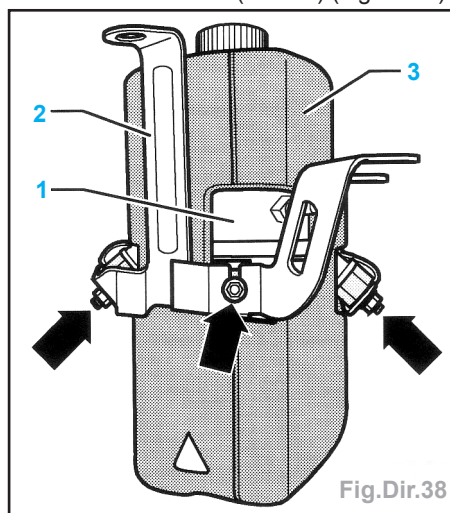

Fig.Dir.38
- Déposer par le bas le groupe moto-pompe avec la capsule d'insonorisation (1) et le support (2).
- Dévisser les écrous (flèches) (Fig.Dir.38).